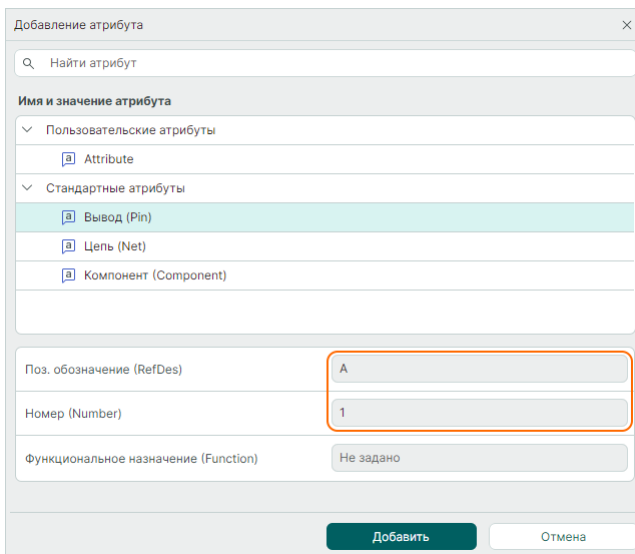

Рис. 304 Ввод значений для свойств атрибута
2. Заполните значения свойств атрибута, поля обязательные для заполнения обозначены символом «!», см. Рис. 304.